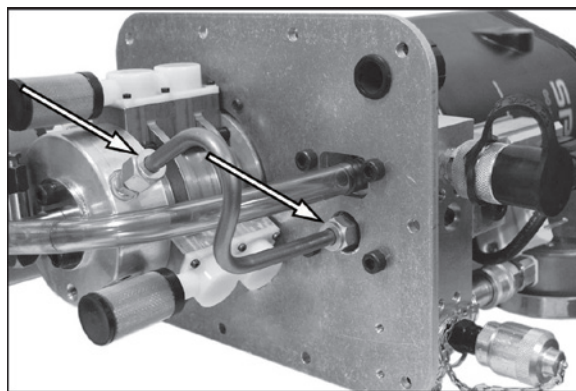

Рис. 62.
- См. рис. 62. Открутите 2 шт. обжимных фитингов и снимите трубку высокого давления.